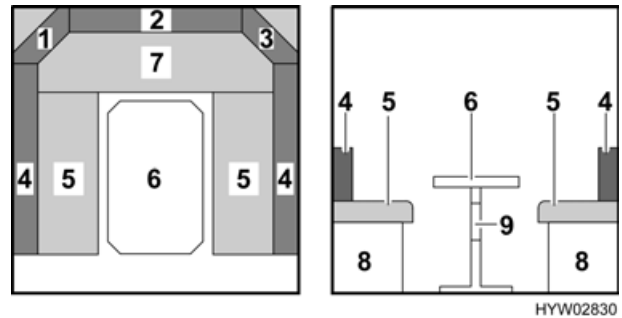
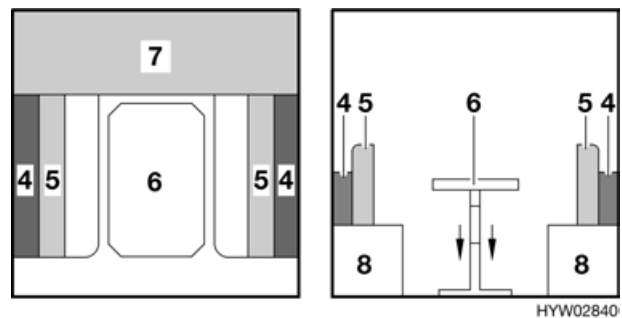

Bild 43 Vor dem Umbau
Bild 44 Während des Umbaus
- Die Rückenpolster (Bild 43,1, Bild 43,2 und Bild 43,3) unter dem Tisch ablegen.
- Die Sitzpolster (Bild 43,5) aufrecht stellen.
- Am Tisch (Bild 44,6) Griff (Bild 43,9) nach oben anheben und leicht am Griff ziehen.